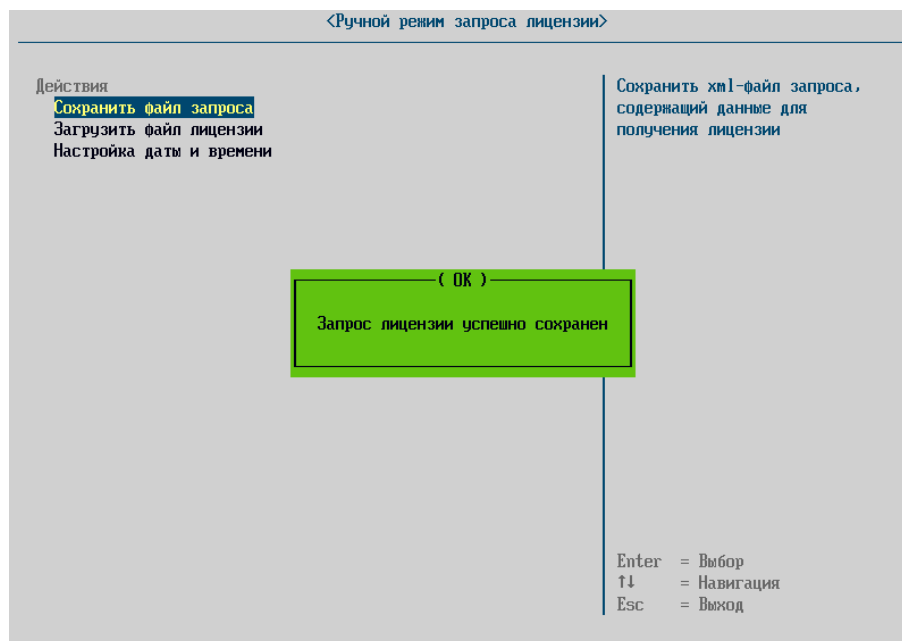

Рисунок 8 – Сохранение запроса лицензии
5) для создания файла запроса для получения лицензии в меню необходимо выбрать пункт «Сохранить файл запроса». Необходимые данные будут сохранены на предварительно подключенный к СBT USB-носитель в файл с именем «numa\_license\_req\_XXXXXXXX-XXXX-XXXX-XXXX-XXXXXXXXXXXX.xml» (см. рисунок 8);